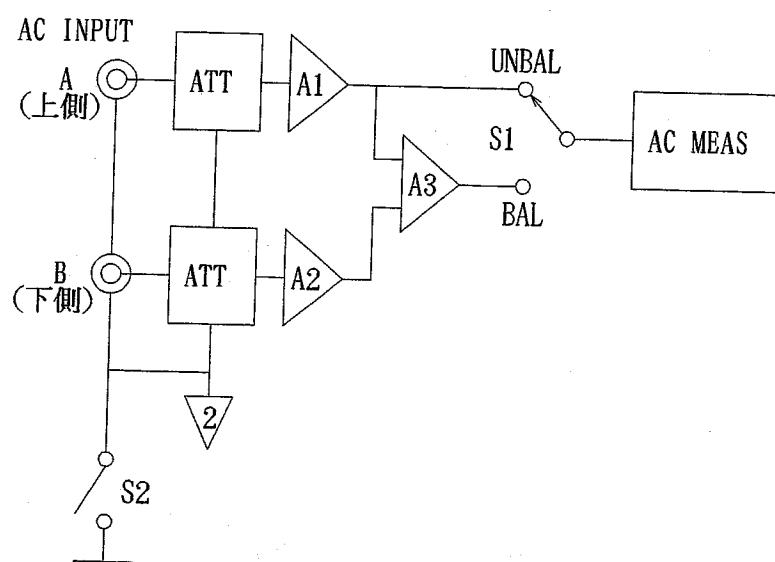

図10-1 入力部の選択
F3=UNBALを選択すると図10-1のS1がUNBAL側に接続され、AC IN端子⑫のA端子のみによる不平衡入力となります。F4=BALにするとS1はBAL側に接続され、AC IN端子⑫のA端子とB端子による平衡入力となります。選択されているAC IN端子⑫わきのLEDが点灯することによりUNBAL、BALの区別がつきます。各ITEMごとに独立して設定できません。
背面のAC INPUTスイッチ⑦を にすると図10-1のS2が開放し、AC IN端子⑫のコモンは、本器のシャーシ・アースからフローティングされます。
AC INPUTスイッチ⑦を にすると図10-1のS2が短絡し、AC IN端子⑫のコモンは、本器のシャーシ・アースに接続されます。